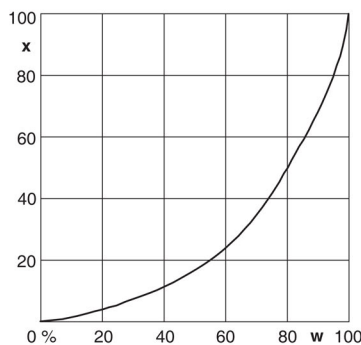

Fig. 4.2
4.2 "Equal percentage": Resulta em uma linha de característica de igual porcentagem com uma proporção da posição de 1:50 para uma válvula de característica linear. Consulte a Fig. 4.2